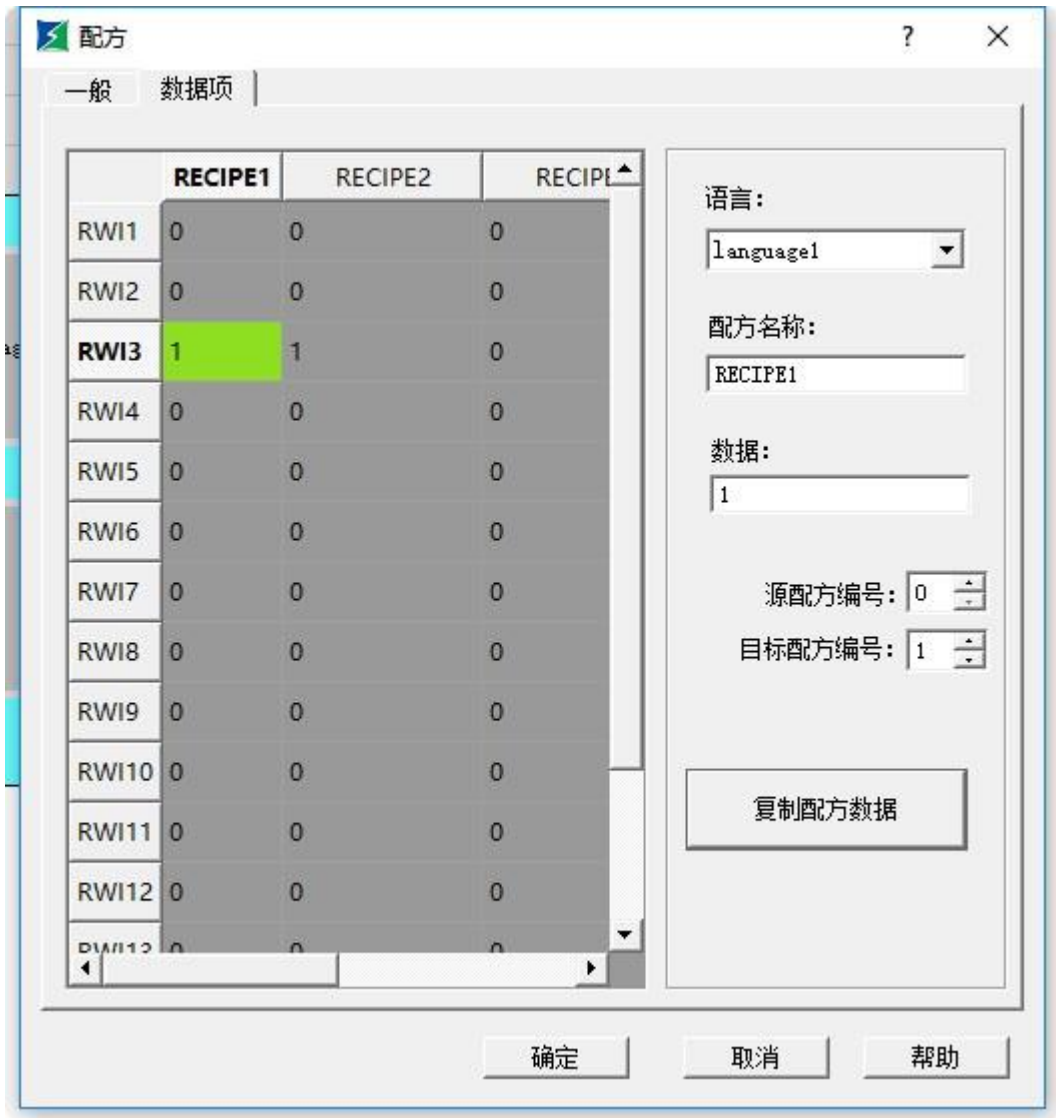

图 7-34 配方使用配方数据复制功能
1. 按照上述方法建立配方组态。效果如下图 7-34 所示：